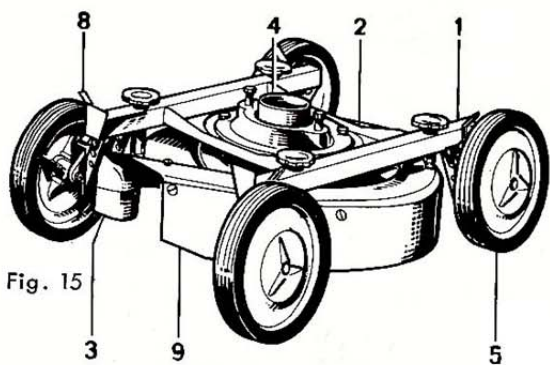

Fig. 15
b) Tondeuse normale à pousser (fig. 15 et 15 bis)